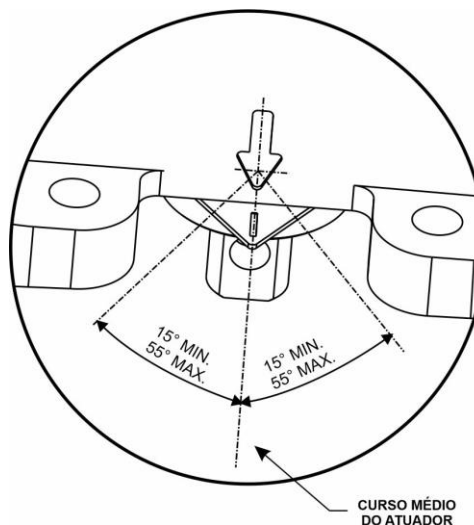

Figura 1.7 – Faixa admissível – suporte de montagem atuador rotativo
12. Mova o atuador para cada extremidade de seu curso. O indicador de deslocamento deve mover dentro da faixa admissível, como mostrado na figura 1.7.